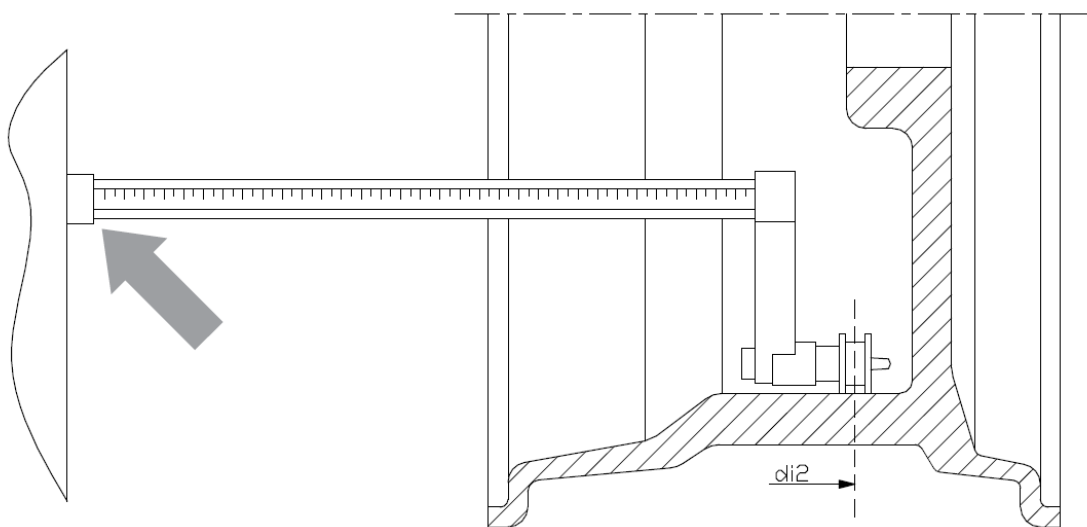

Figure F3.6 – Manuelle Erfassung des externen Ebenenabstandes für ALS1 und ALS2
6. Platzieren Sie den Messarm auf der gewählten Ebene für das Externe Gewicht, wie in Bild F3.6 dargestellt.